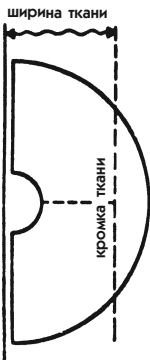

Рис. 272
Когда речь идет о юбках покроя «солнце» или «полусолнце», возникает проблема ширины ткани (задание к рис. 272 выполнять не требуется).
- отделите от лекала часть, которая выходит за пределы ширины ткани (плюс ширина кромки), и перенесите ее дальше по длине ткани, сохраняя то же направление долевой нити (рис. 272);
5. Местоположение шва с эстетической точки зрения имеет большое значение. Чтобы понять это, скопируйте 2 раза рис. 272, оставляя припуск на шов, и соедините обе части, чтобы получить юбку покроя «солнце». Определите, что лучше выбрать: вертикальные швы по средней линии или надставки.